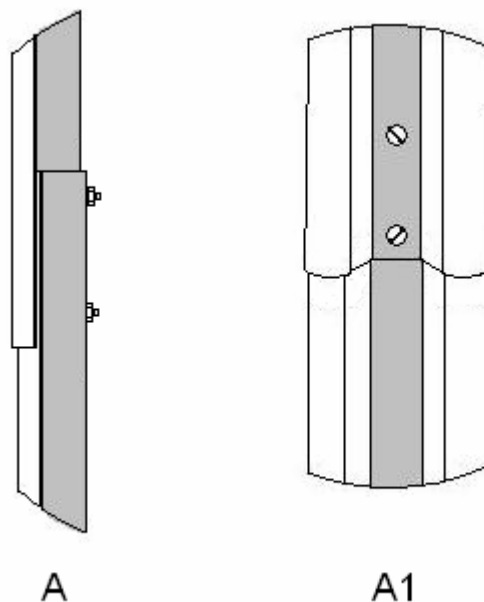

Рис.4 Арка
дугообразными профилями № 1, закрепив винтами м4х14, установив их со стороны вогнутой части профиля (см. Рис.4-А, А1).
3.2.1. Сборка арок аналогична пунктам 3.1.1. и 3.1.2. с использованием винтов м4х10 (см. Рис. 4-А, А1).